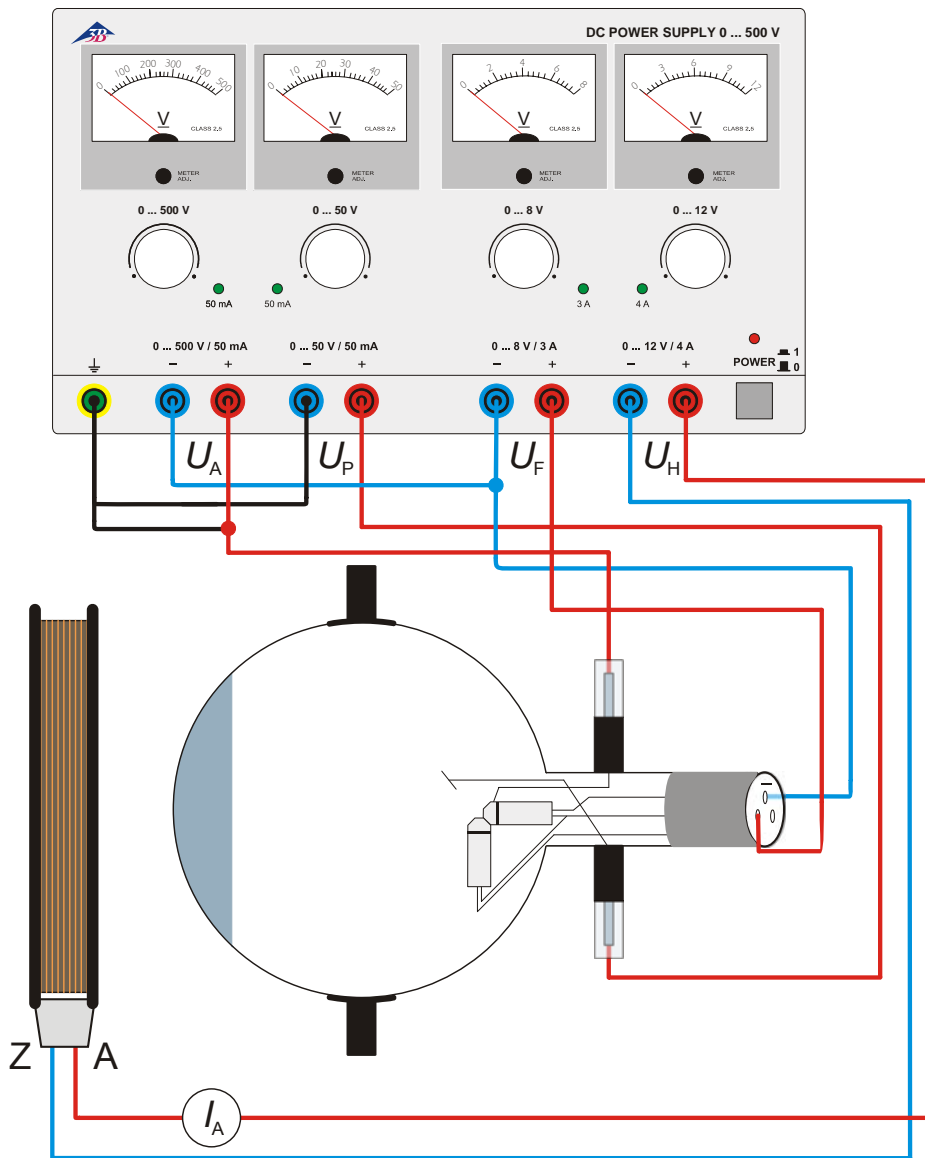

Fig. 6 O efeito de um campo magnético axial
- Efetuar a conexão do tubo conforme a fig. 6.